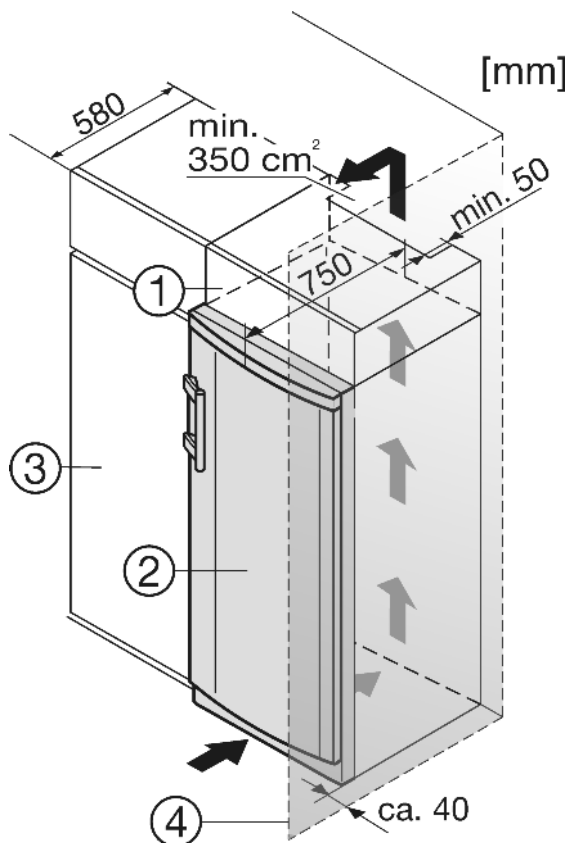

Fig. 8
Если устройство установлено на шарнирах у стены *Fig. 8 (4)*, то расстояние между устройством и стеной должно быть не менее 40 мм. Настолько выступает ручка при открытой двери.